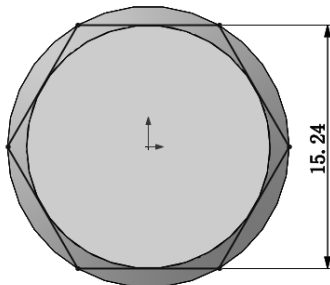

图 4-33 绘制内接六边形
- [2] 在实体模型前表面中绘制圆的内接六边形，如图 4-33 所示。